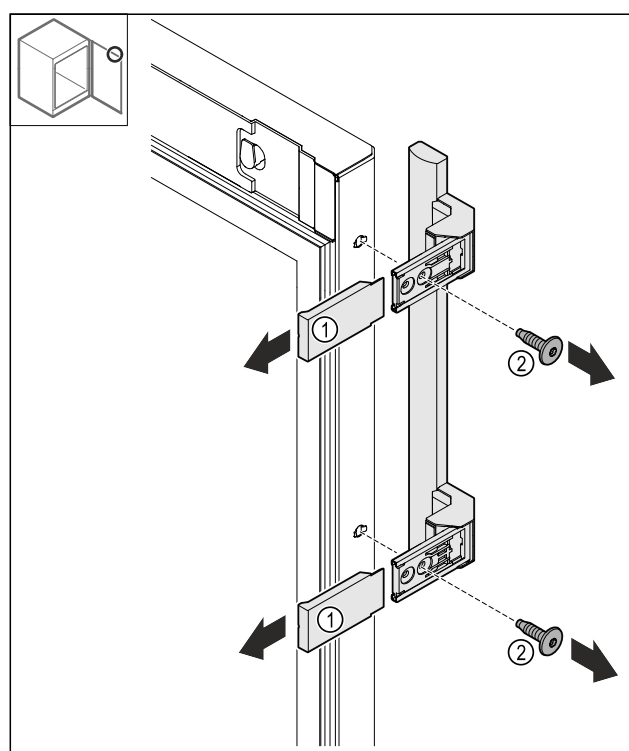

Fig. 25
► 拔下盖板 Fig. 25 (1)。
► 松开螺栓 Fig. 25 (2)。